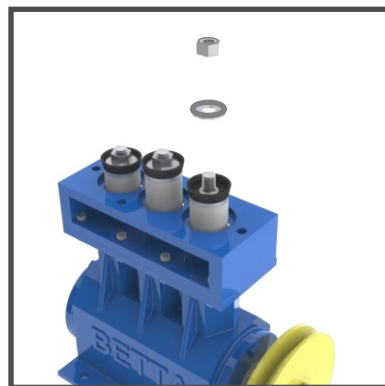

Fig. 37
**7- Retirar a porca e a arruela que prendem o reparo. (Fig. 37)**